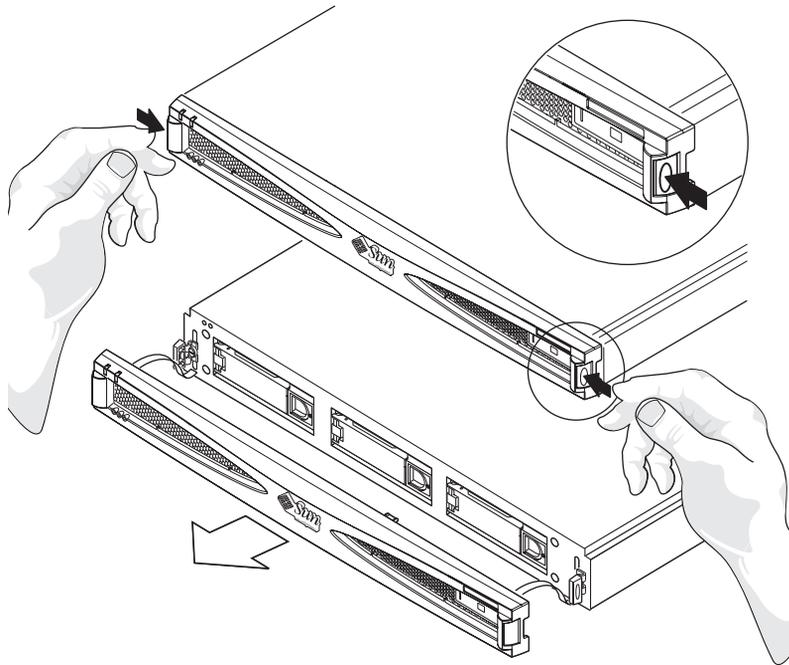

FIGURE 5-7 Retrait du cache avant
1. Retirez le cache avant en appuyant sur les loquets qui se trouvent aux deux extrémités (voir FIGURE 5-7).